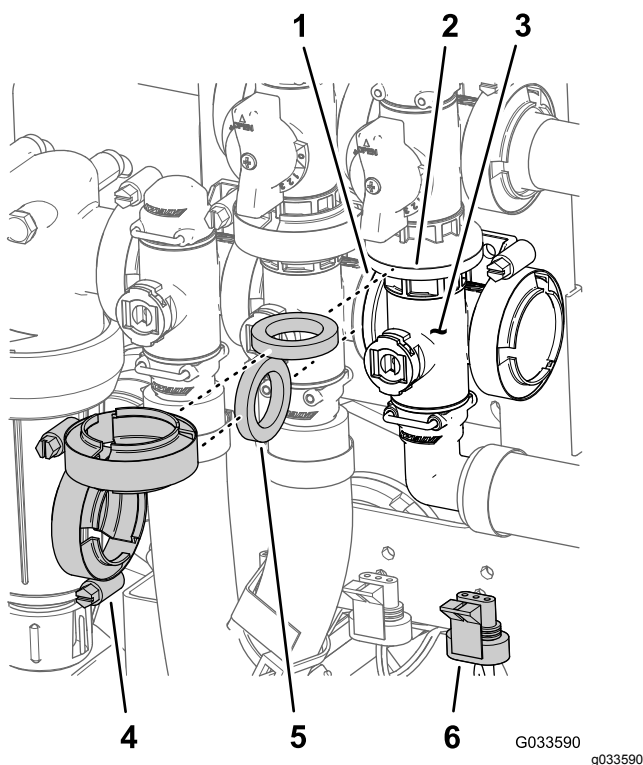

Рисунок 114
1. Снимите фланцевые хомуты и прокладки крепления коллектора главного клапана стрелы (Рисунок 114) к главному клапану перепуска стрелы, клапану перемешивания и прямоугольному фланцевому угловому штуцеру (на конце шланга расходомера).